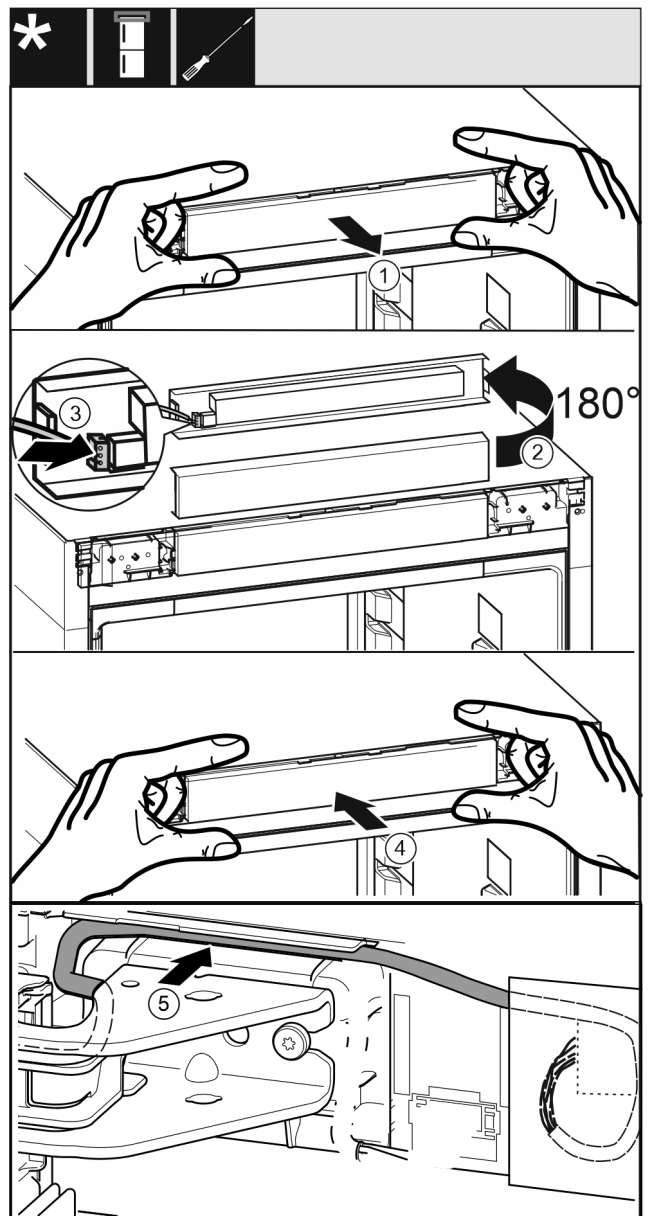

Fig. 53
- ▶ Bedienblende Fig. 53 (1) vorsichtig herausnehmen.
- ▶ Bedienblende Fig. 53 (2) um 180° nach oben drehen.
- ▶ Stecker Fig. 53 (3) an der Bedienteilblende einrasten.
- ▶ Bedienblende Fig. 53 (4) wieder am Gerät einrasten.
- ▶ Kabel Fig. 53 (5) vorsichtig in der Führung über dem oberen Lagerbock verlegen.